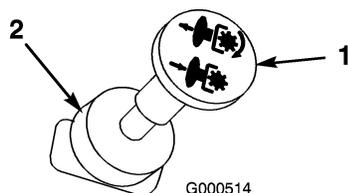

Figure 10
3. Tirez sur la commande de PDF pour engager la PDF (Figure 10).
Poussez la commande de PDF en position désengagée (Figure 10).